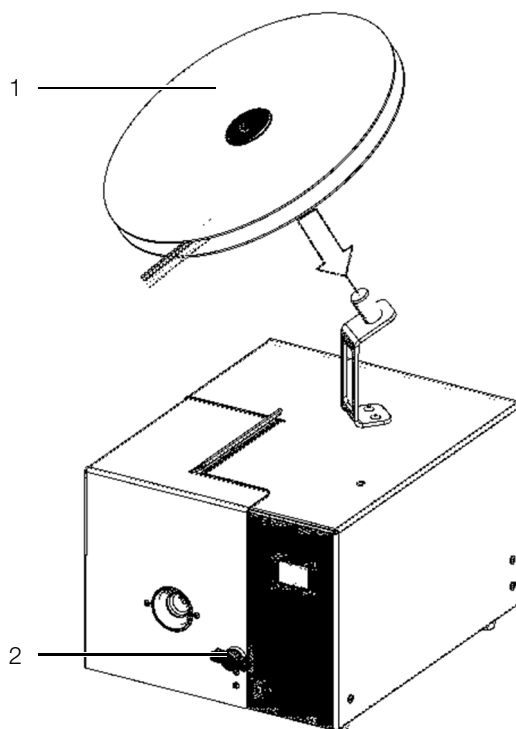

Fig. 4: Inserimento del nastro di puntalini
- Disporre il nastro di puntalini (v. fig. 4, pos. 1) in modo da assicurarne lo srotolamento in senso orario.
- Aprire la chiusura girevole (v. fig. 4, pos. 2) e posizionare lo sportello lateralmente.